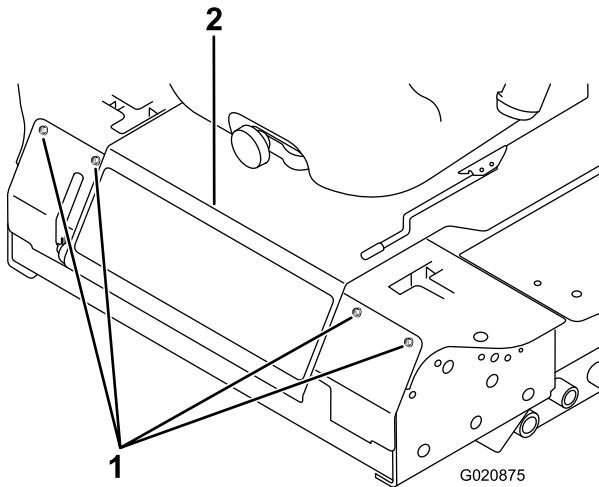

Figura 56
2. Afloje los pernos del panel delantero y retire el panel (Figura 56).